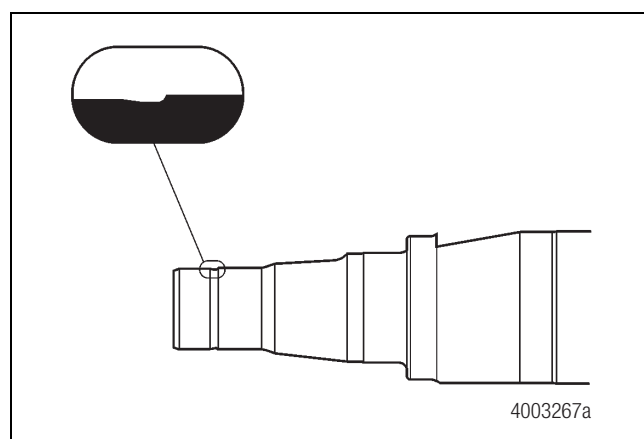

Figura 9.4
- En ejes de ajuste manual, no existe dicho reborde. Figura 9.4.